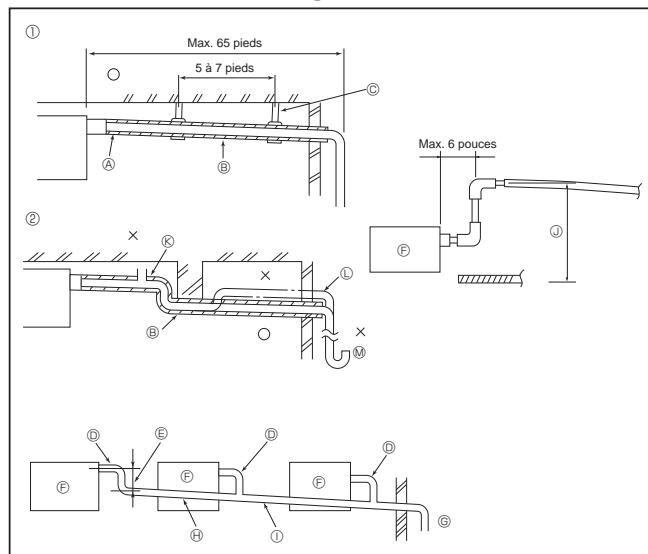

Fig. 3-4
3.4. Mise en place du tuyau d'écoulement (Fig. 3-4)
- ① Tuyautage correct
- ② Tuyautage erroné
- ③ Isolant (9 mm, 23/64 pouce ou plus)
- ④ Pente descendante (1/100 ou plus)
- ⑤ Support métallique
- ⑥ Soufflerie d'air